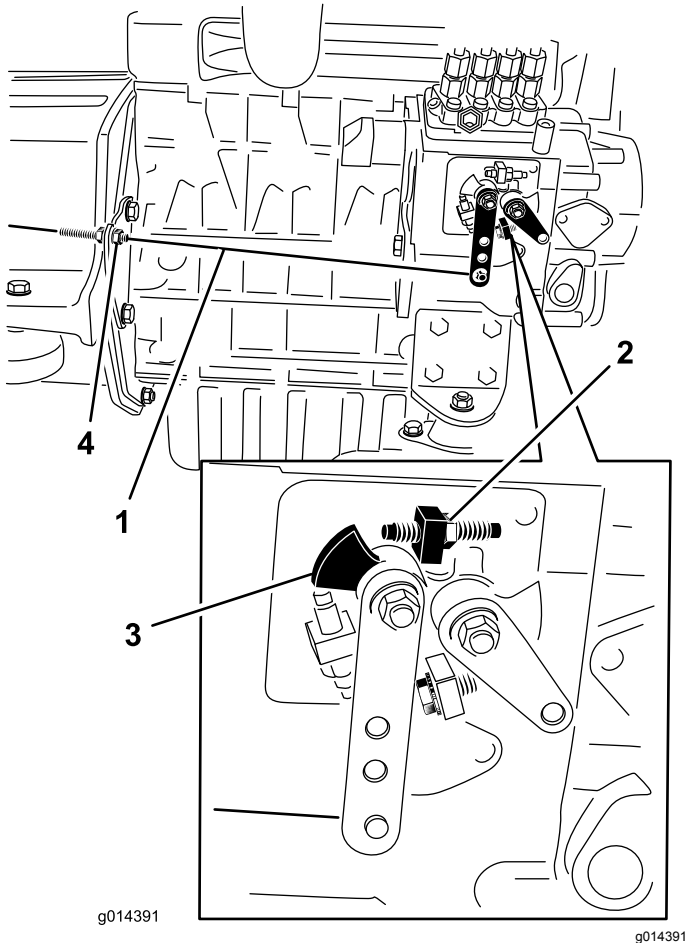

Bild 37
2. Prüfen Sie die Stellung des Fahrgeschwindigkeitshebels auf der Einspritzpumpe. Der Fahrgeschwindigkeitshebel sollte die Vollgasschraube berühren, wenn der Gasbedienungshebel in der SCHNELL-Stellung (Detent) ist (Bild 37).
3. Bei Bedarf können Sie die Stellung der Klemmmuttern am Bowdenzug einstellen, bis der Fahrgeschwindigkeitshebel die Vollgasschraube berührt, wenn der Gasbedienungshebel in der SCHNELL-Stellung (Detent) ist (Bild 37).